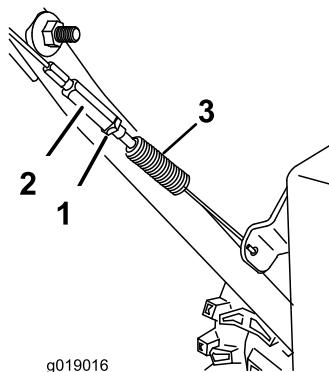

Рисунок 36
4. Затяните контргайку (Рисунок 36), убедившись, что имеется небольшое натяжение тросика.